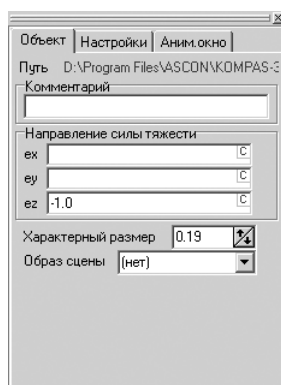

Рис. 2.90. Окно **Инспектор** с раскрытой закладкой **Объект**
- щелкните в окне **Инспектор** по закладке **Объект**, если она не раскрыта. Закладка раскроется, см. рис. 2.90;